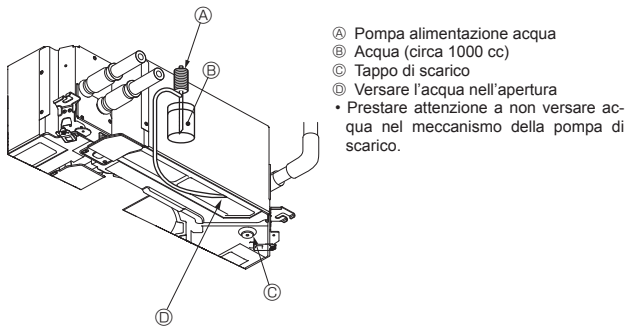

Fig. 7-5
7.4. Controllo del drenaggio (Fig. 7-5)